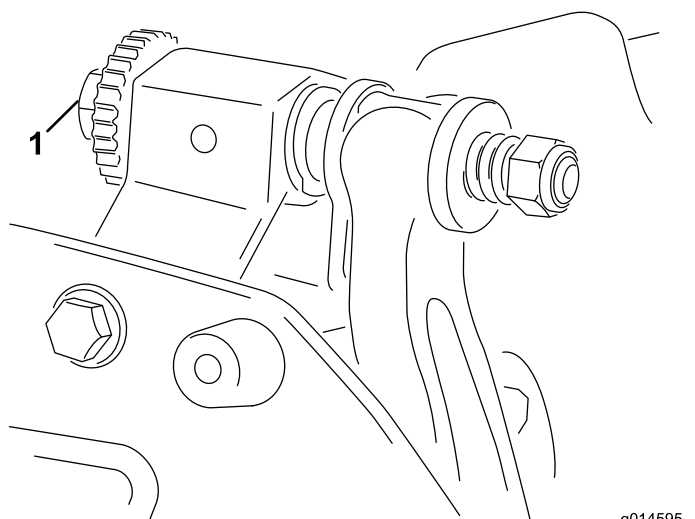

図 9
A. ベッドバー調節ねじ 図 9を1クリックずつ均等に締めながら、ごく軽い接触が得られるようにする。
6. シムを左右に滑らせながら右側のベッドバー調整ねじ 図 9 を回して、シムに軽い圧迫シムが挟まれる感じを感じる程度に調整する。シムを抜き取る。